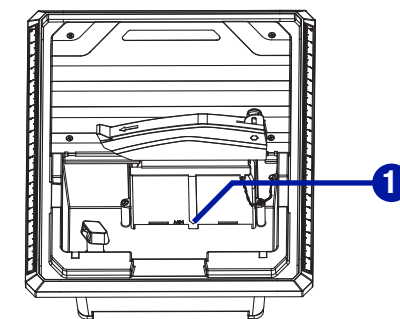

Fig. 8
**REPLISSAGE DU RÉSERVOIR D'EAU (Fig. 8)**
- Remplissez le réservoir d'eau jusqu'à ce que l'eau puisse s'évacuer par le drain. Le niveau d'eau ne doit jamais être inférieur à la ligne MIN (1). (Fig. 8)